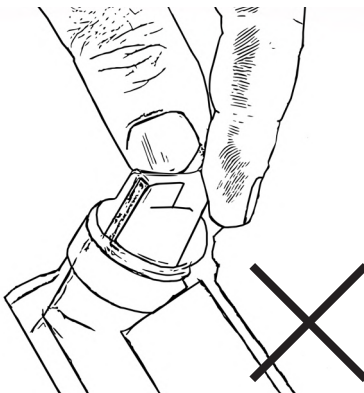

Figure 12
**Ne tournez jamais le bouchon de remplissage d'huile avec la jauge raccordée dans le filetage lorsque vous relevez le niveau d'huile. Cela entraîne un résultat de mesure erroné (fig. 12).**